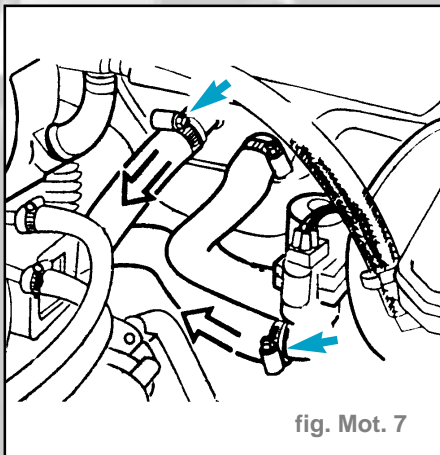

fig. Mot. 7
- Débrancher les flexibles d'eau de refroidissement de la vanne de chauffage et de l'appareil de chauffage (fig. Mot. 7).